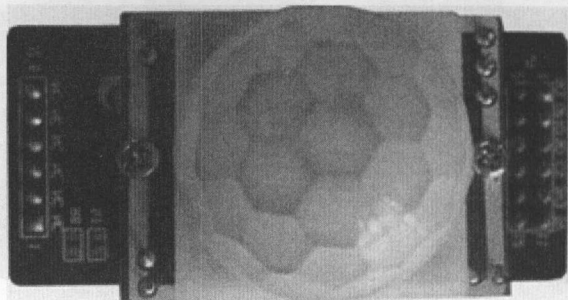

图 A.17
(10) 人体红外 Infrared 如图 A.17 所示。